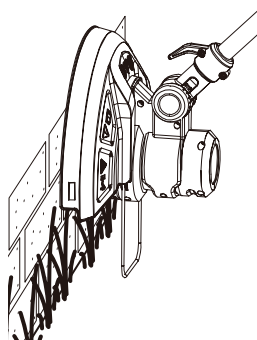

Fig. 18
1. Assegure que a proteção da faca (11d) está removida e que o protetor de plantas (13) está puxado para fora, antes da operação
2. Ajuste o ângulo do punho principal (1) para 90° ou 180°, para bordos (Fig. 18).